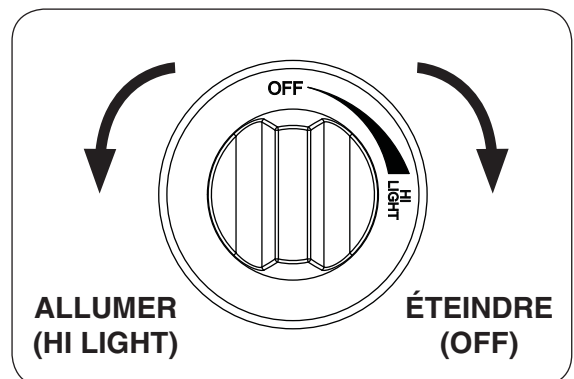

Fig. 22-2
4. **Une fois que le match est en feu et en position**, appuyer sur le bouton de contrôle du gaz et tournez dans le sens antihoraire à la position de **HI LIGHT (allumer)** (voir Fig. 22-2). Votre brûleur devrait s'allumer.
Pour éteindre le brûleur à gaz, appuyer sur le bouton de contrôle du gaz et tourner dans le sens horaire à la position **OFF (éteindre)** (voir Fig. 22-2). Assurez-vous que le bouton de commande est tourné complètement hors tension pour éviter toute fuite de gaz.